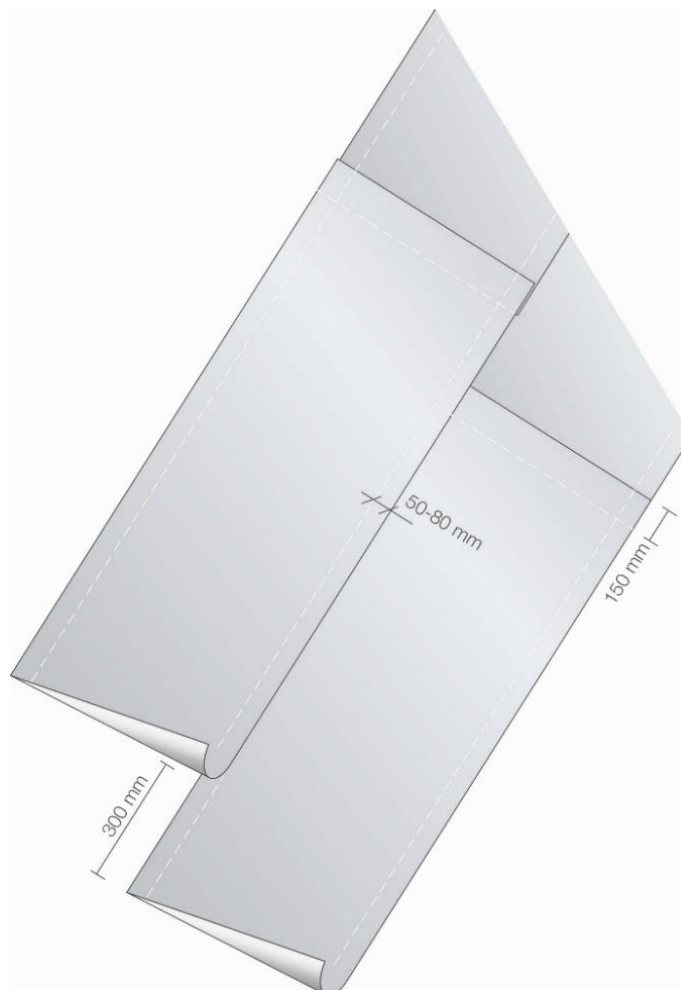

Figure 2
- Positionner les lés de pare-vapeur V-Gard afin d'obtenir un recouvrement minimum de 50-80 mm (figure 2).
- Il est recommandé de décaler les joints transversaux d'au moins 300 mm. Les membranes adjacentes doivent respecter un recouvrement de 150 mm (figure 2).